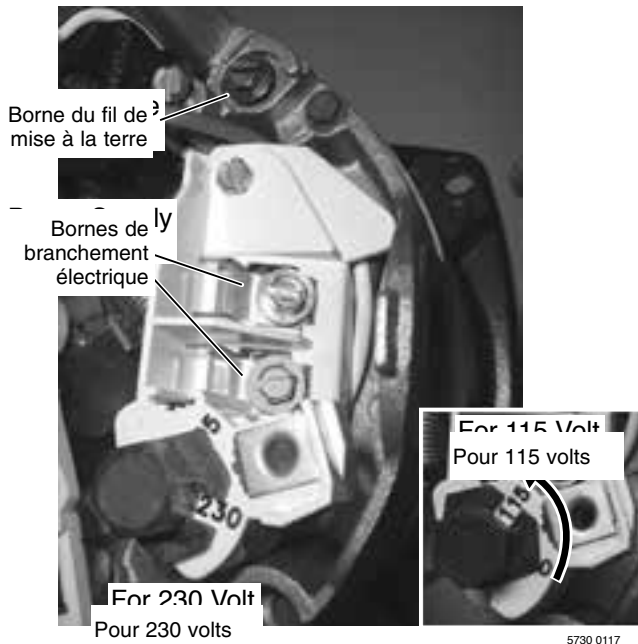

Figure 3 - Schéma de câblage des moteurs monophasés bitension 115/230 volts
Schéma de connexion des moteurs monophasés bitension. La plaque à bornes du moteur bitension (qui se trouve sous le couvercle d'extrémité du moteur) ressemblera à la Figure 3. Si l'alimentation électrique est de 115 volts, utiliser un tournevis à lame plate ou un tourne-écrou pour changer le cadran de 230 volts à 115 volts (voir la Figure 3). Brancher les fils de tension sur L1 et L2.
- 7 ° Brancher les conducteurs transporteurs de courant sur les bornes L1 et L2 qui se trouvent sous le carter du moteur. Lorsque l'on remplace le moteur, comparer le schéma de câblage de la plaque signalétique par rapport à la Figure 3. Si le schéma de câblage du moteur ne correspond pas au schéma de la Figure 3, suivre le schéma de câblage du
IMPORTANT : Les modèles monophasés fonctionnant sur le 115/230 volts sont expédiés de l'usine câblés pour fonctionner sur le 230 volts. Si le courant d'alimentation est de 115 volts, déposer le carter du moteur et rebrancher le moteur comme il est illustré à la Figure 3. Ne pas essayer de faire fonctionner un moteur comme il est reçu sur le courant de 115 volts.